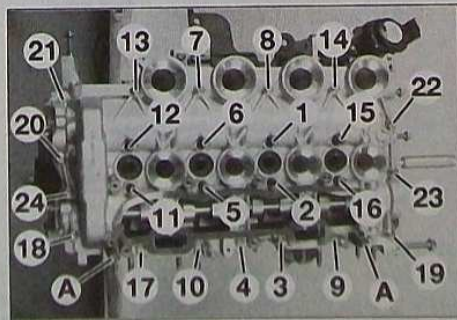

FIG.44
piges (outil réf (-). 0194-N) (A) (Fig.44) introduites dans les trous prévus à cet effet.
- Approcher puis serrer progressivement les vis de fixation dans l'ordre indiqué (Fig.44).
- Déposer les deux piges (A).